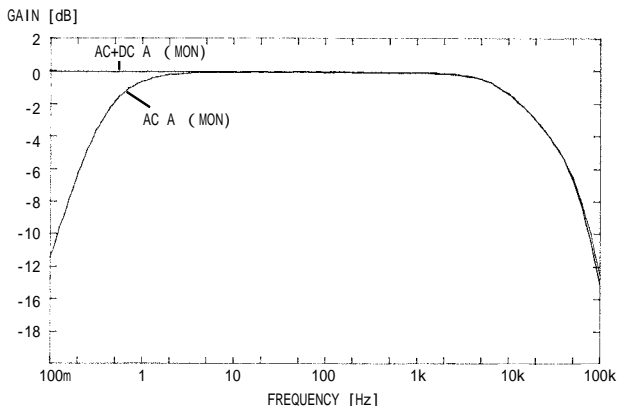

図1 電流出力周波数特性
- ・測定の応答速度は、フルスケール (f.s.) 入力時に、立上り (0% 90%) は約 250 ms、立下り (100% 10%) は約 500 ms です。(2.2.5 の図 1, 2 参照)
- ・ 測定の応答速度は、フルスケール (f.s.) 入力時に、立上り (0% 90%) は約 250 ms、立下り (100% 10%) は約 500 ms です。(2.2.5 の図 1, 2 参照)
- ・測定の応答速度は、フルスケール(f.s.)入力時に、立上り(0% 90%)は約250ms、立下り(100% 10%)は約500msです。(2.2.5の図1, 2参照)